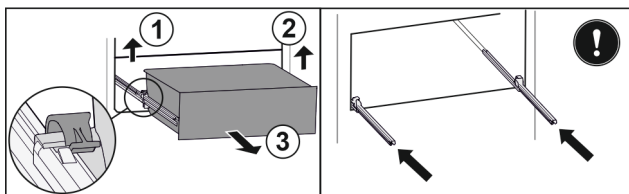

Fig. 106
- ▶ Linke Klemme anheben und gleichzeitig Schubfach links nach vorne ziehen. Fig. 106 (1)
- ▶ Rechte Klemme anheben und gleichzeitig Schubfach rechts nach vorne ziehen. Fig. 106 (2)
- ▶ Schubfach nach vorne entnehmen. Fig. 106 (3)